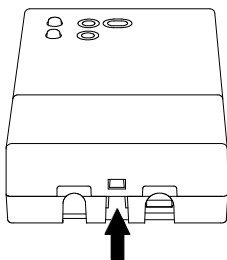

Fig. 2
- 2 Skub til plastikpladen, der sidder foran åbningen i bunden, ved hjælp af en skruetrækker, og løft kabellåget lidt op (Fig. 2).